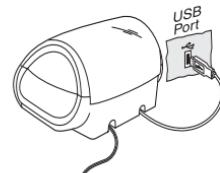

Figura 6
- 3 Cuando se lo soliciten durante la instalación del software y mientras la impresora está desconectada, conecte el cable USB en un puerto USB de su ordenador que esté libre. Ver Figura 6.